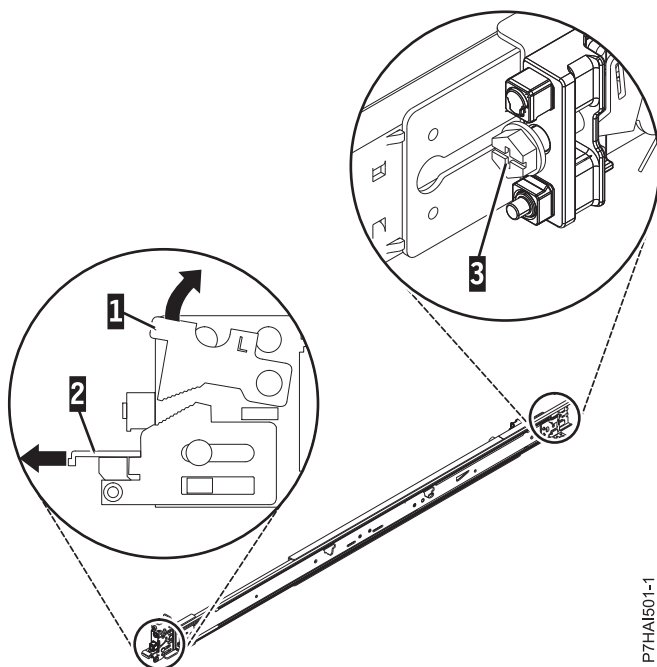

Figura 19. Apertura del pestillo frontal y extracción del tornillo posterior
2. Levante la pestaña de bloqueo frontal (1), y tire del pestillo frontal (2) de la parte frontal del riel. A continuación, extraiga el tornillo de la parte posterior del riel (3). Para conocer detalles, consulte la Figura 19.